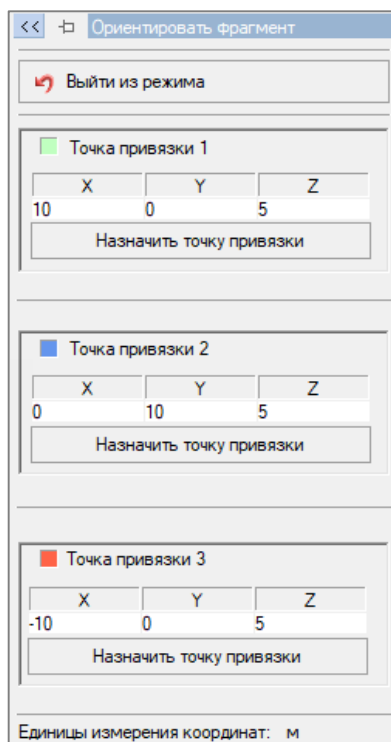

Рис. 2.106
- указанием координат (рис. 2.106);